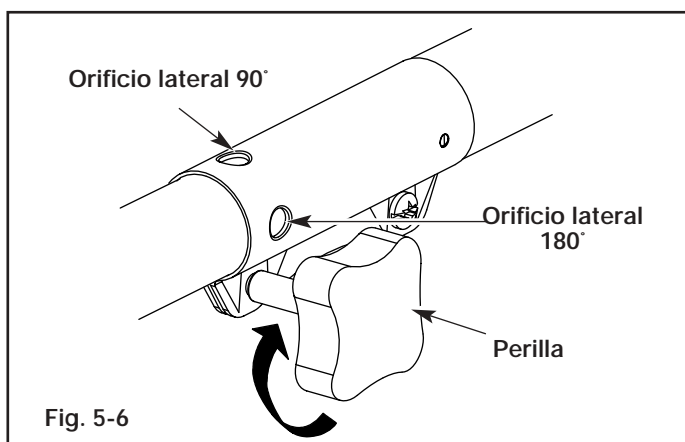

Fig. 5-6
3. Gire la perilla en sentido horario para ajustarla (Fig. 5-6).
Para recortar bordes mientras usa el accesorio de corte de cabeza de línea con modelos EZ-Link™, trabe el botón de desconexión en el **orificio lateral de 90°** o en el **orificio lateral de 180°** (Fig. 5-6).